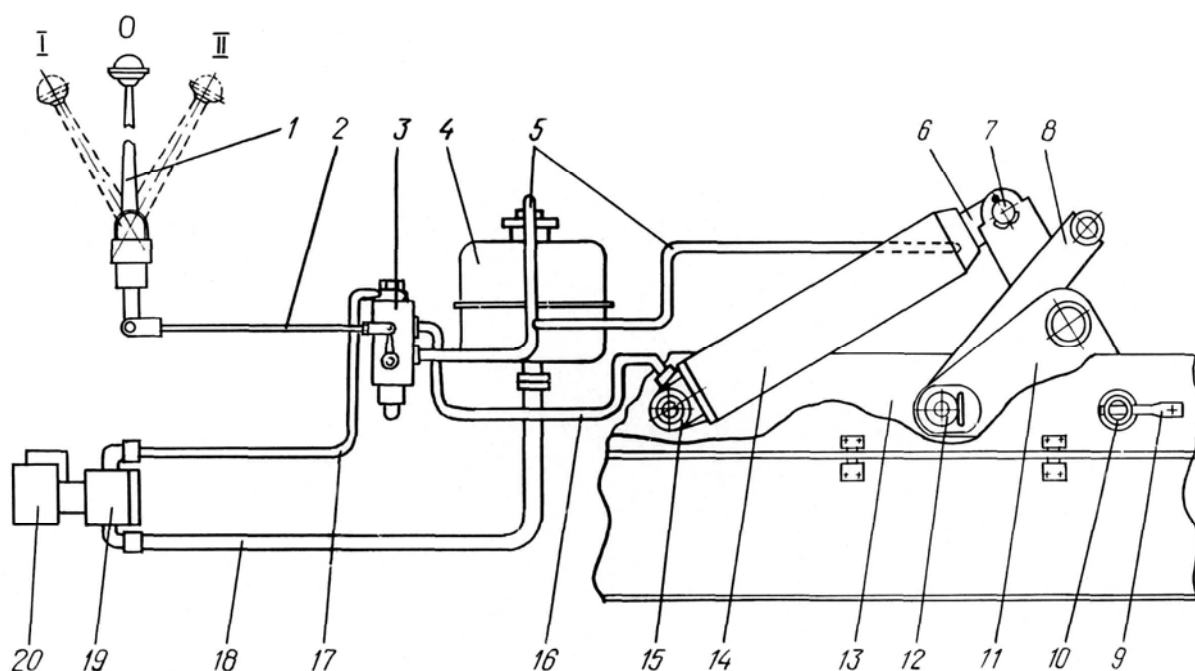

Рис.20. Схема опрокидывающего механизма:
Схема опрокидывающего механизма показана на рис.20. Основными составными частями его являются: гидроцилиндр 14, коробка отбора мощности 20, предназначенная для привода масляного насоса опрокидывающего механизма, масляный насос 19, гидрораспределитель 3 и масляный бак 4.
3. Снять с фланцев масляного насоса трубку всасывающую 18 (см. рис.20) и трубку 17 высокого давления.